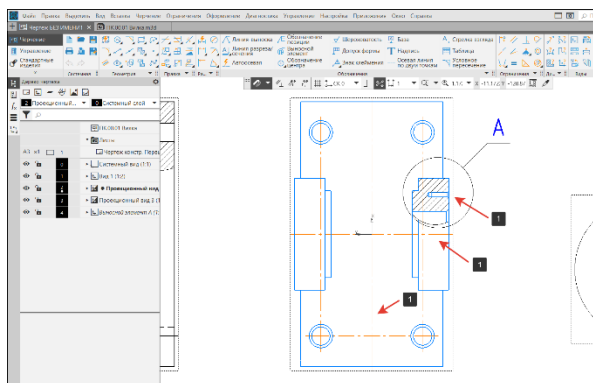
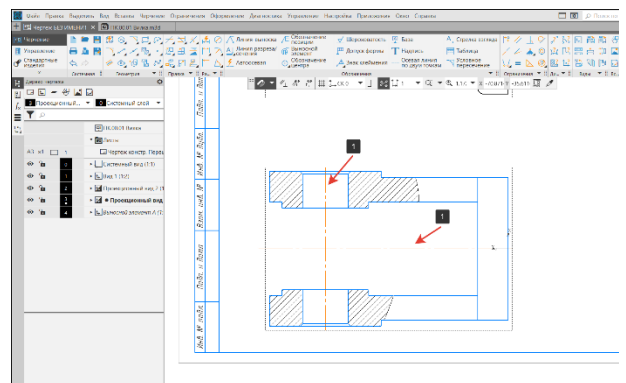

Рисунок 227 – Осевая линия на виде слева
Рисунок 228 - Осевая линия на виде сверху
Проставим осевые линии (1) на оставшихся видах: слева (Рисунок 227), сверху (Рисунок 228) любым рассмотренным способом.
- Поставим размер на отверстие диаметром 18 мм (Рисунок 227).